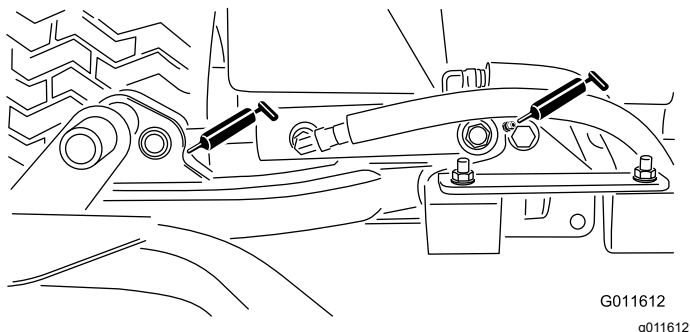

Рисунок 72
- Цилиндры подъемного рычага режущего блока (по 2 шт.) — Рисунок 72
- Оси поворота подъемного рычага (по 1 шт.) — Рисунок 72